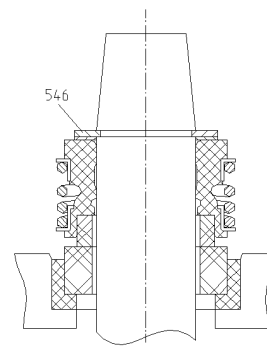

Рис.22
При других размерах (рис. 22) - закреплением упорного кольца (546).